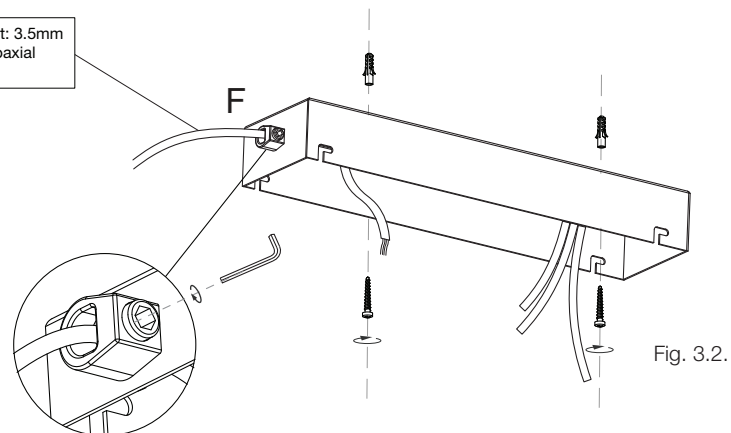

Fig. 3.2.
3.2. Attach the canopy to the ceiling as shown in Figure 3.2. Route the lamp cable (F) through the cable press and screw it in.
3.2. Fixez le pavillon au plafond comme illustré sur la figure 3.2. Faites passer le câble de la lampe (F) à travers le serre-câbles et procédez au serrage.
3.2. Den Baldachin an der Decke befestigen, wie in Abb. 3.2. dargestellt. Das Lampenkabel (F) durch die Kabelverschraubung führen und festschrauben.